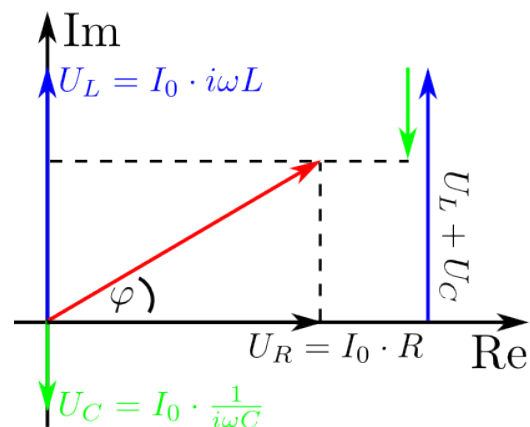
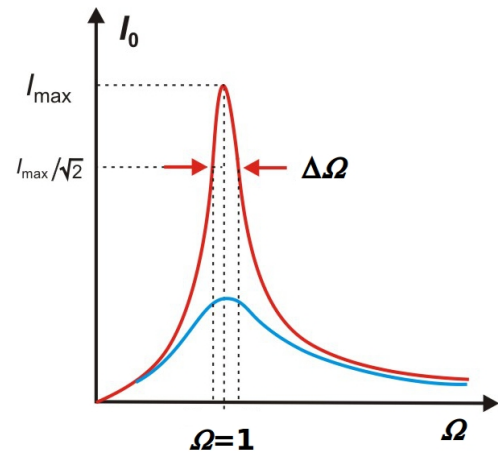

Abbildung 5: Phasenrichtige Addition der Spannungen an R, L und C
Abbildung 6: Die Stromstärke I_0 hängt von der Frequenz ab. Die Resonanzbreite nimmt mit der Güte ab.
- Erklären Sie mit Hilfe der Zeigerdarstellung (Abb. 5) den Verlauf der Stromresonanzkurve (Abb.6)?
In Gl. (8) wurde die Schreibweise mit komplexen Zahlen gewählt. Durch den imaginären Faktor i wird die phasenrichtige Addition sichergestellt. Abb. 5 zeigt, wie es geht.
Abb. 6 zeigt die *Stromresonanz*. Für $\Omega=1$ (also $\omega = \omega_0$) erreicht die Stromstärke ihr Maximum:
Messtechnisch von Bedeutung ist die Breite der Resonanzkurve. Für den in Abb. 6 gekennzeichneten Wert ergibt sich:
3. Auch ohne weitere Rechnungen können Sie Abb. 5 entnehmen: